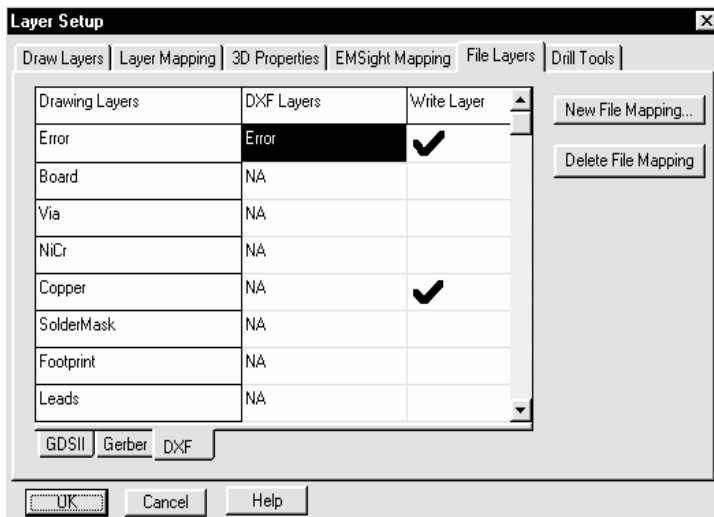

Рис. 5.26
3. Нажмите на панель **DXF** в нижней части окна, отметьте только слой меди (**Copper**) и **Error** в поле **Write Layers** (Записать слои) и нажмите **OK** (рис. 5.26).